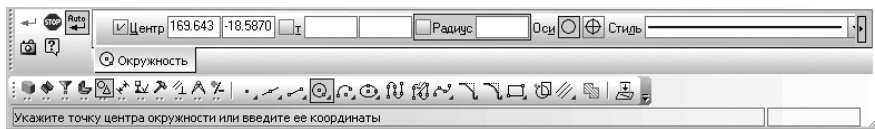

Рис. 6.83. **Панель свойств: Отрезок**, **Компактная панель** и **Строка сообщений**
- щелкните на **Компактной панели** по кнопке  **Отрезок** – третьей кнопке на панели инструментов. Появится **Панель свойств: Отрезок** (рис. 6.83).